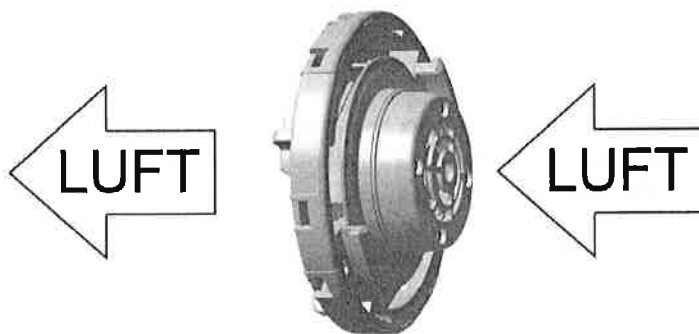

Abbildung 1: Ventilatorfunktion „Saugen“
- Bei Inbetriebnahme des Ventilatordeckels ist die Funktion zu überprüfen. Die Ausführung „Saugen“ ist bei eingeschaltetem Ventilator durch Ansaugen der Luft an der Innenseite des Ventilatordeckels zu erkennen, wie in Abbildung 1 dargestellt. Dies kann durch kurzzeitiges Auflegen eines Blattes Papier erfolgen welches angesaugt wird. Das Papier ist vor der Montage wieder zu entfernen, damit die Öffnungen frei sind. Beim Saugen entsteht im Lagerraum ein geringer Unterdruck entsprechend den Leistungsdaten des Ventilators. Mit dem Hersteller der Heizanlage ist abzuklären, ob durch diesen Unterdruck Verbrennungsgase aus der Heizkammer in den Lagerraum gesaugt werden können.